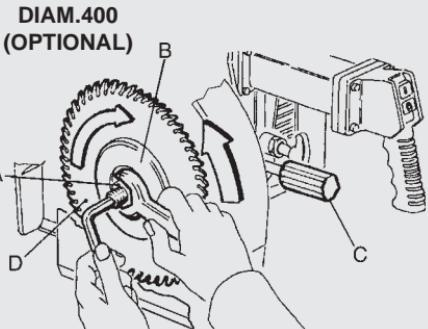

Fig.17
Met de kap vastgezet in deze stand heeft u de ruimte zodat de flens voor de bevestiging (B) van het blad erlangs kan. Om de moer met linkse Schroefdraad (A) van fig. 17 los te draaien moet men de motoras vasthouden met een inbusleutel, zoals in fig. 17 en met een steeksleutel met de wijzers van de klok meedraaien. Tijdens deze handeling moet men opletten dat men niet met de hand uitschiet tegen het zaagblad. Daarom wordt aangeraden om handschoenen te gebruiken.